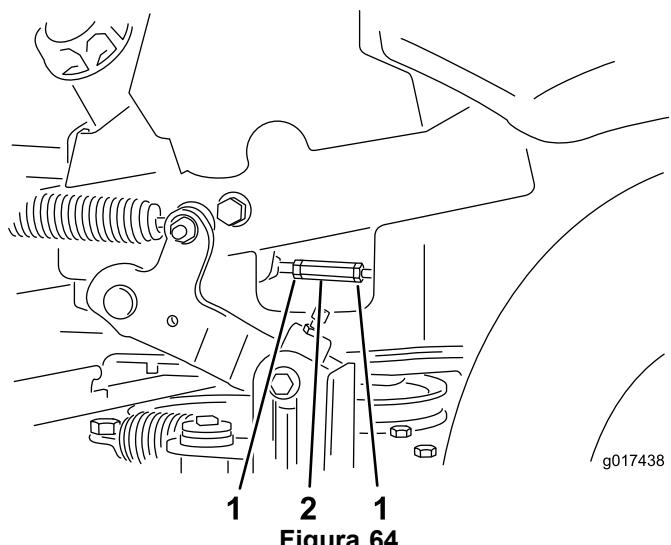

Figura 64
- Ponga las palancas de control de movimiento en la posición de punto muerto. Ajuste las varillas de control de la bomba aflojando las dos contratuerzas y girando la tuerca de ajuste en el sentido apropiado, hasta que las ruedas se muevan ligeramente en marcha atrás (Figura 64). Mueva las palancas de control de movimiento a la posición de marcha atrás y, aplicando una ligera presión a la palanca, deje que los muelles de marcha atrás devuelvan las palancas a punto muerto. Las ruedas deben dejar de girar o moverse muy lentamente en marcha atrás.
- Apriete las dos contratuerzas contra la tuerca de ajuste (Figura 64).